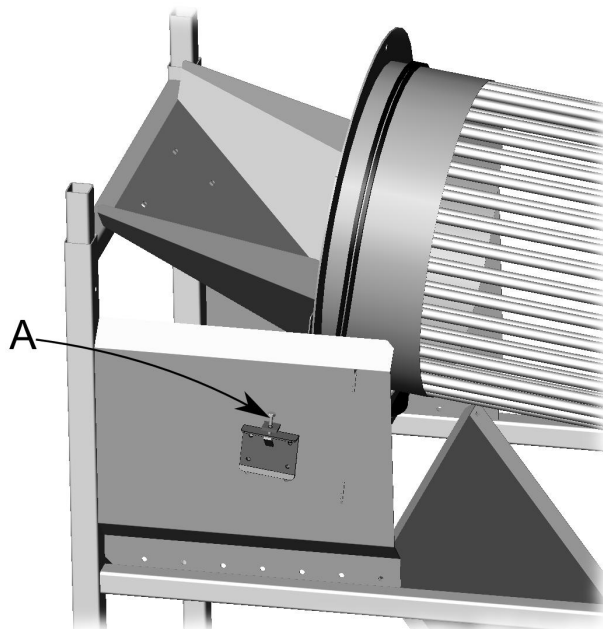

Bild 7.
- Kilremmarna spänns åt med skruvarna A (bild 7).